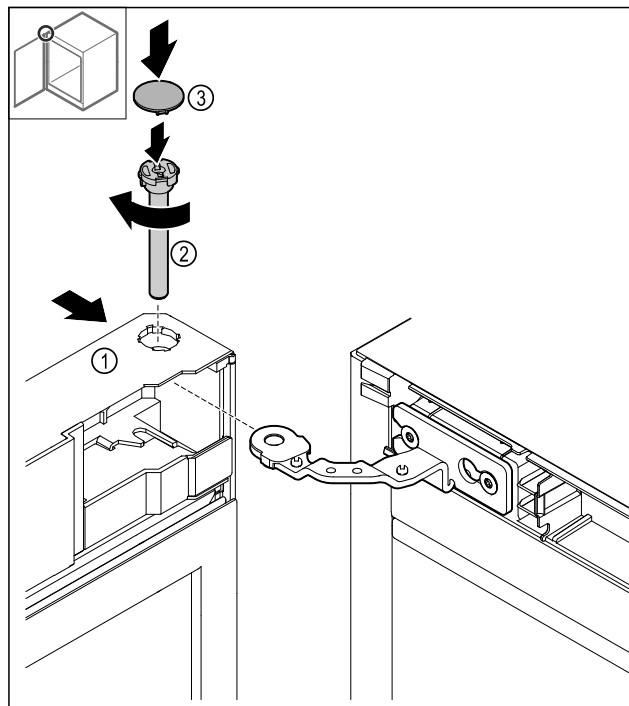

Fig. 48
- Du haut, pousser la porte Fig. 48 (1) sur la charnière.
- Insérer et serrer le boulon Fig. 48 (2) dans le sens des aiguilles d'une montre.
- Poser le cache Fig. 48 (4).